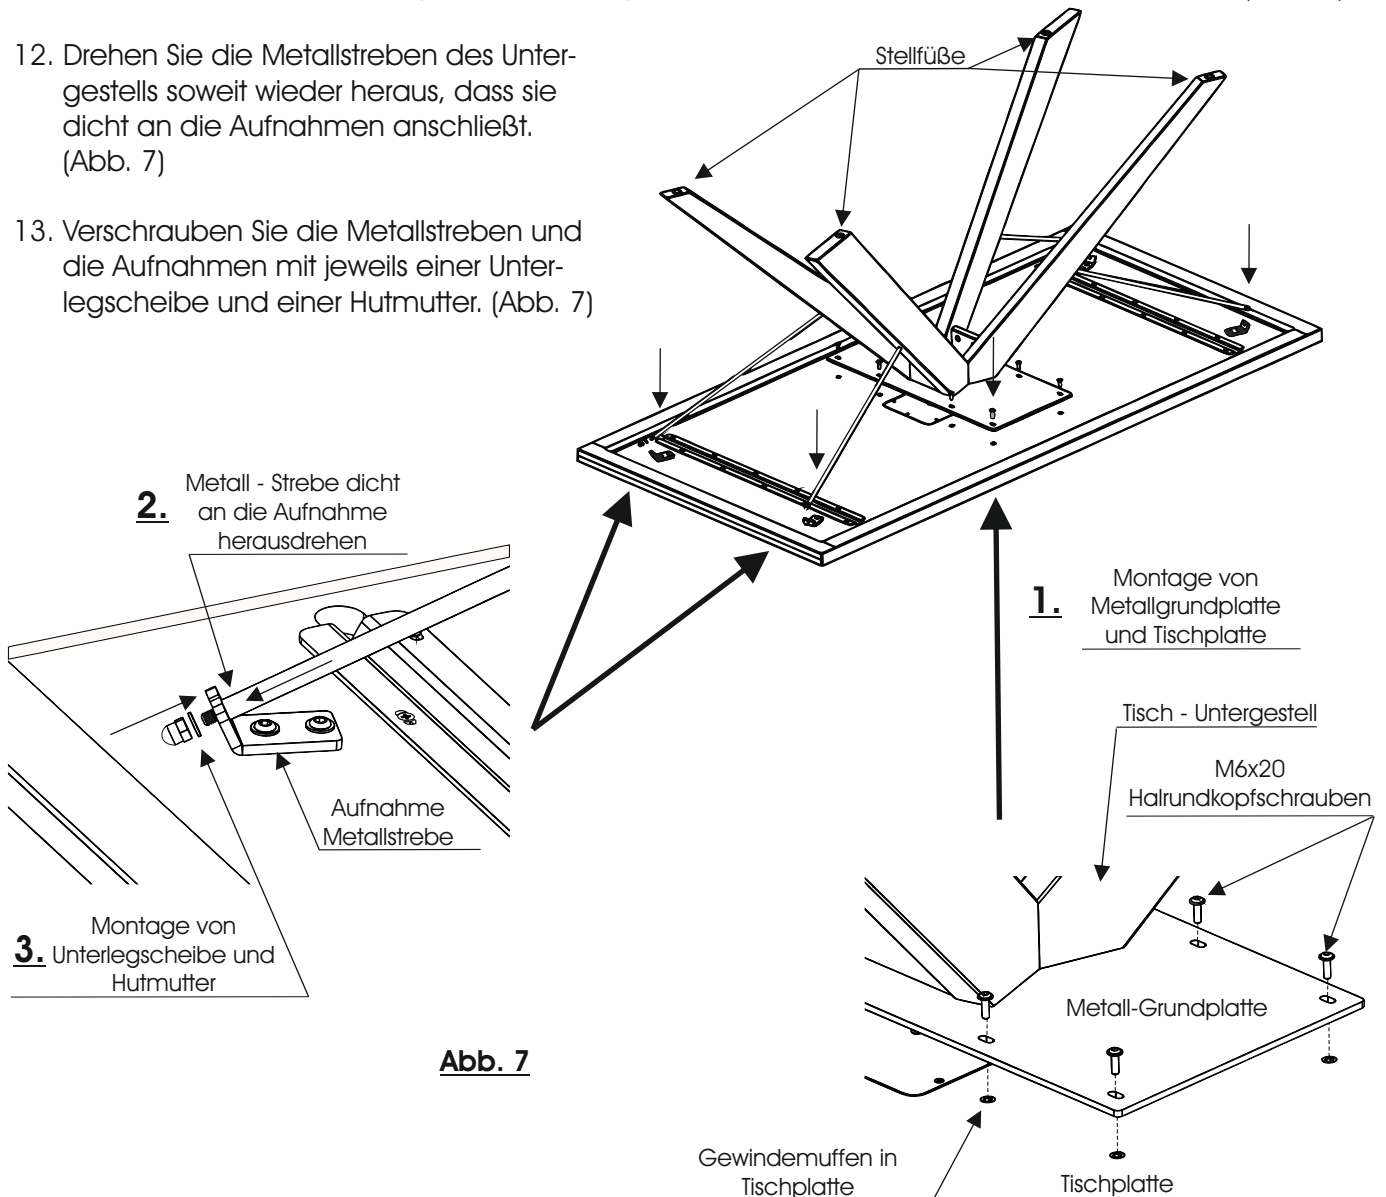

Abb. 7
10. Drehen Sie das Tisch - Untergestell und stellen es mittig auf die Unterseite der Tischplatte. Die Bohrungen der Metall - Grundplatte sollten hierbei mittig über die Gewindemuffen der Tischplatte positioniert sein. Die Metallstreben werden in die „U“ förmige Aussparung der bereits montierten Aufnahmen gesteckt. (Abb. 7)
11. Verbinden Sie Metall-Grundplatte und Tischplatte mit den M6x20mm Halbrundschauben. (Abb. 7)
12. Drehen Sie die Metallstreben des Untergestells soweit wieder heraus, dass sie dicht an die Aufnahmen anschließen. (Abb. 7)
13. Verschrauben Sie die Metallstreben und die Aufnahmen mit jeweils einer Unterlegscheibe und einer Hutmutter. (Abb. 7)